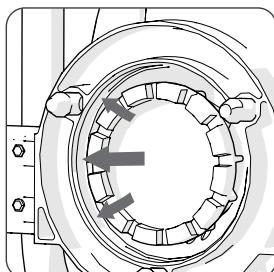

Fig. 10 (las flechas muestran la pared interna del anillo anular)
- Mantenga el anillo anular escrupulosamente limpio y libre de partículas extrañas. (**Fig. 10**)